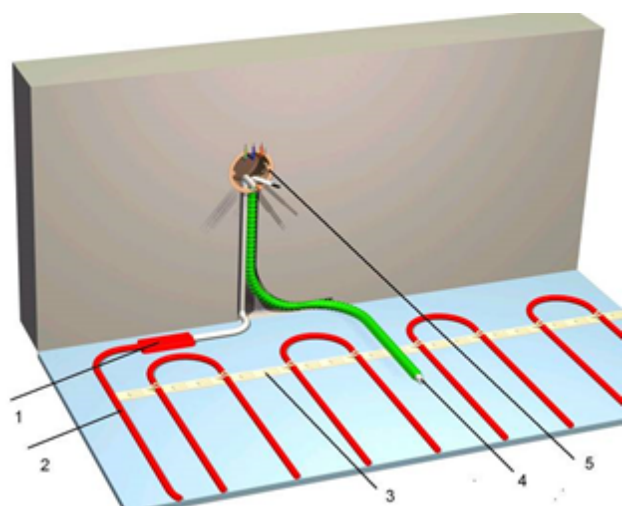

Рис. 4. Монтаж датчика температуры в системе «Теплый пол».
3. Датчик температуры пола на проводе помещается в гофрированную пластмассовую или гладкую медную трубку диаметром не менее 8 мм. Конец трубки, укладываемый в стяжку, должен быть заглушен, чтобы предотвратить попадание раствора внутрь трубки. Трубка должна обеспечивать свободную замену датчика через монтажную коробку. Переход монтажной трубки с пола на стену рекомендуется делать с помощью двух изгибов: один – в плоскости стены, другой – в плоскости пола (Рис. 4). Минимальный радиус изгиба трубки – 50 мм. Трубка датчика заводится в зону обогрева с открытой стороны петли и располагается примерно на одном уровне с кабелем симметрично